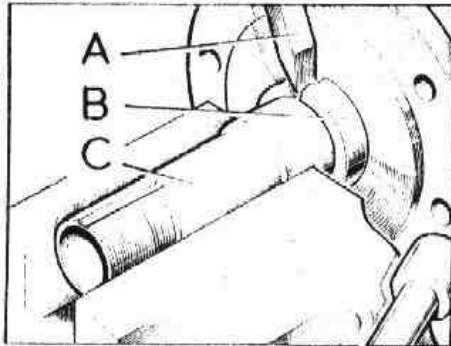

Fig. F-16 Desmontaje de la pieza distanciadora del cojinete interno
- 1.4. Si fuese necesario desmontar la pieza distanciadora, B (Fig. F-16), del cojinete interior, se cortará con el cortafríos, A, teniendo el máximo cuidado en la operación para evitar el deterioro de la mangueta.
- 3.4. Rellenar el centro del buje con grasa del grado que corresponda, dejando espacio suficiente para la mangueta, C (Fig. F-16).